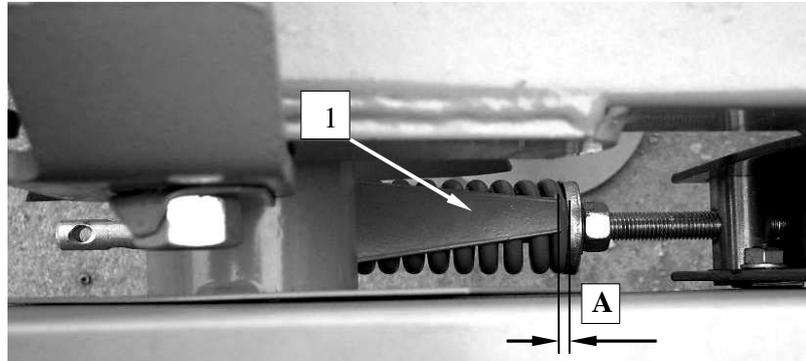

Рис. 30. Пружинный натяжитель клиновых ремней. 1 – указатель натяжителя. Контрольный размер „А” должен составлять от 0 до 3,0 мм
Прогиб клиновых ремней под нажимом пальца не должен превышать 30мм. Ремни натянуты пружинным натяжителем (**Рис. 30**) оборудованным контрольной пластиной (1) натяжения пружины. Размер щели „А” должен составлять 0 - 3,0 мм. Если размер больше, то следует его отрегулировать до требуемой величины.